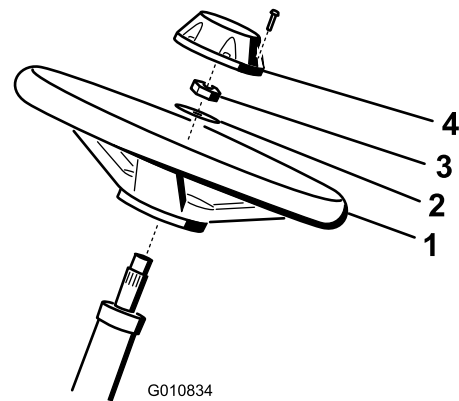

Figura 6
1. Glisai volanul pe arborele de direcție (Figura 6).
2. Glisai aiba pe arborele de direcție (Figura 6).
3. Fixai volanul pe arborele de direcție cu o contrapiuliță i strângei-o la un cuplu de 27-35 N·m (Figura 6).
4. Montai capacul la volan i fixai-l cu 6 uruburi (Figura 6).